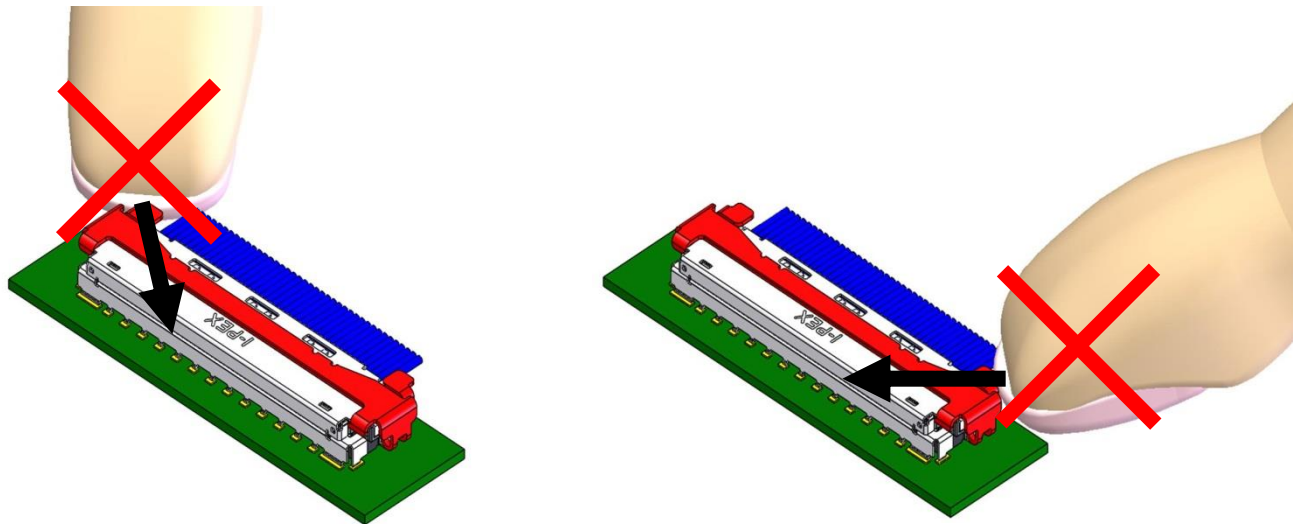

Fig.21
- ・LOCK COVER を解除する際に指ひっかけ部の操作方向を Fig.21 のように、過度に外側から内側に力を掛けて解除しようとすると LOCK の解除に必要な力が大きくなり、最悪の場合コネクタに破損が生じる可能性があるため、行わないでください。